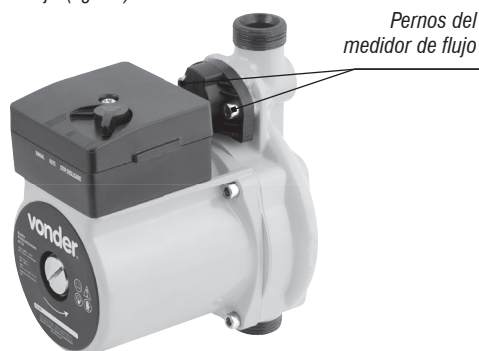

Fig. 10 – Retirando los pernos del medidor de flujo
- Retire los pernos del medidor de flujo (fig. 10)